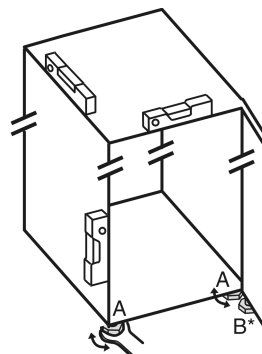

Fig. 23
- ▶ 用随附的开口扳手将垫脚 Fig. 23 (A) 借助水平仪旋出，直至稳固、平坦对齐冰箱。
► 使用随附的开口扳手旋出托架上的垫脚 Fig. 23 (B)，直至垫脚平置于地板。
► 将垫脚 Fig. 23 (B) 继续旋转 90°。